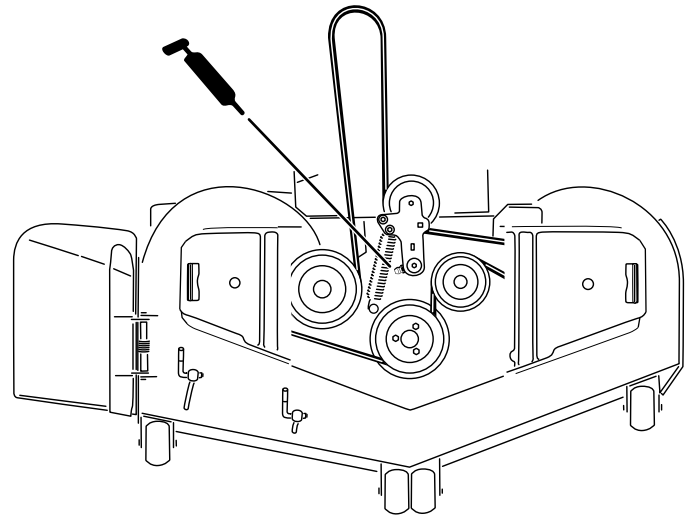

Figure 43
3. Graissez le pivot de la poulie de tension du tablier de coupe jusqu'à ce que la graisse ressorte par le bas (Figure 43).